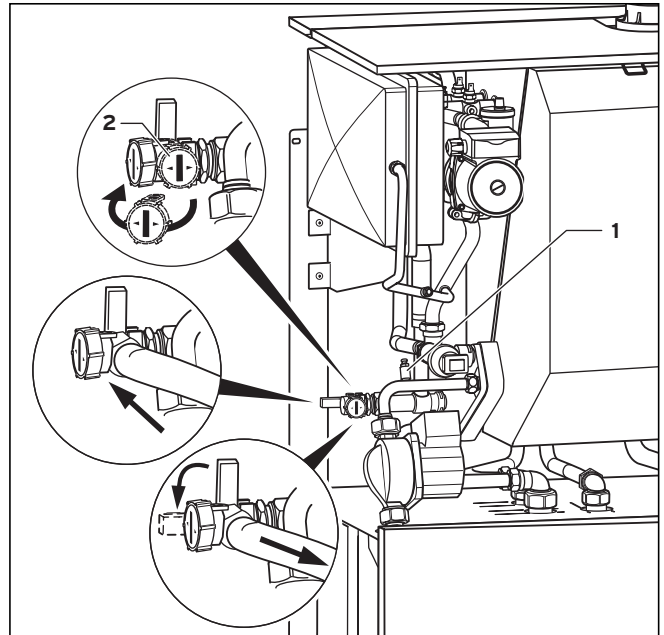

Fig. 8.8 Vidange de l'appareil côté chauffage
- Raccordez un flexible au robinet de vidange du ballon (1), placez l'autre extrémité du flexible à un endroit adapté pour l'écoulement et ouvrez le robinet.
- Ouvrez la soupape de purge (1) sur le tuyau entre la pompe et l'échangeur thermique auxiliaire, pour que l'appareil se vide entièrement, voir figure 8.8.